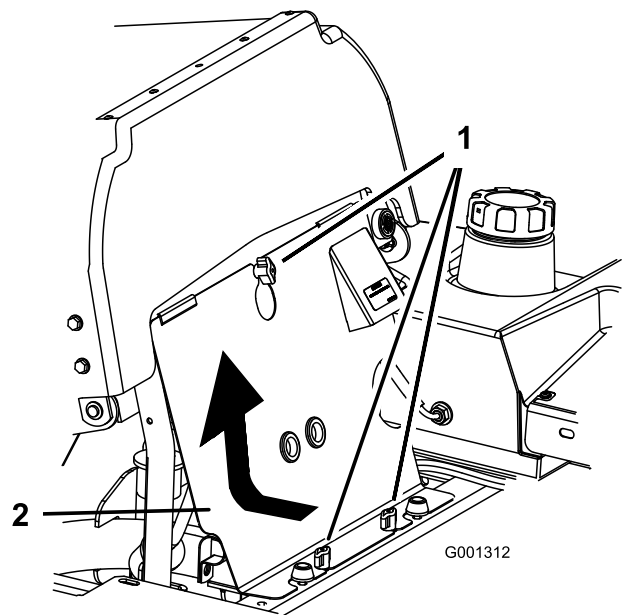

Figura 67
1. Incline el asiento hacia adelante y retire el panel delantero del motor (Figura 67).